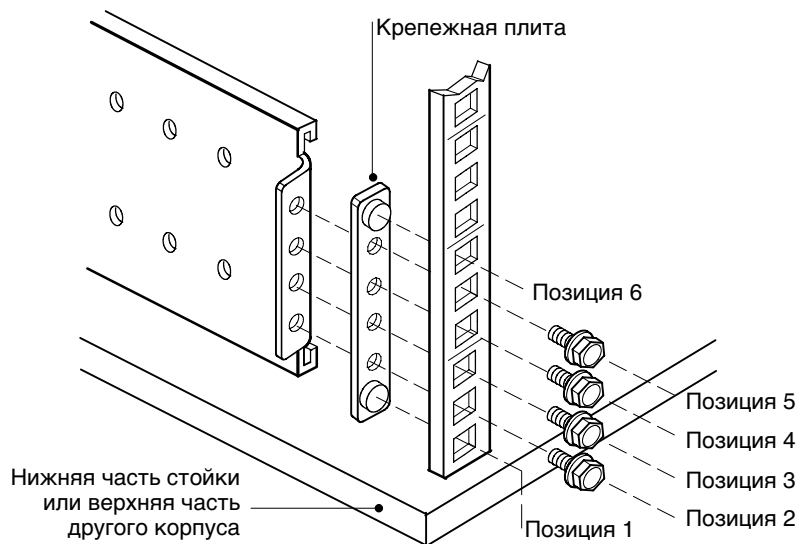

Рисунок 5. Крепление задней направляющей (показана правая направляющая в сборе)
5. Закрепите направляющую на задней части стойки с помощью четырех крепежных винтов М5 и крепежной плиты (см. рис. 5).